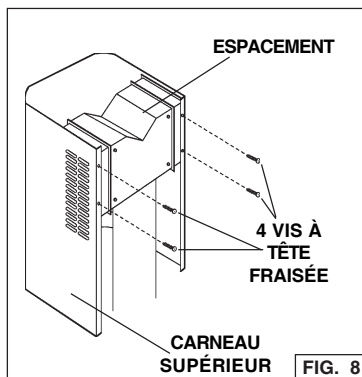

FIG. 8
9. Fixez l'espacement de recirculation au carneau supérieur au moyen de quatre (4) vis à tête fraisée. (fig. 8).